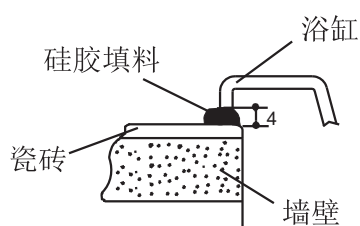
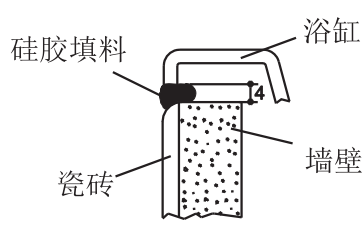

图1
图2
- 浴缸边缘与墙壁之间必须在水平方向至少留有2毫米的间隙，在垂直方向至少留有4毫米的间隙。请参考以上图1、图2、和图3。